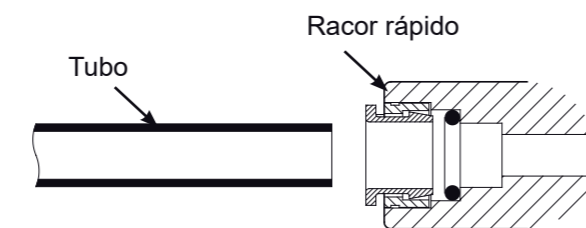

FIG. 15
1. Utilizar un cúter o un cuchillo bien afilado para cortar el extremo del tubo. Cortar siempre en ángulo recto. Cf Fig. 15.
3. Cortar el tubo en ángulo recto. Cf Fig. 15.
6. Cortar el extremo en ángulo recto y a la longitud correcta. Cf Fig. 15.
3. Conectar el tubo azul en ángulo recto. Cf Fig. 15.
3. Cortar el tubo en ángulo recto y a la longitud adecuada. Cf Fig. 15.